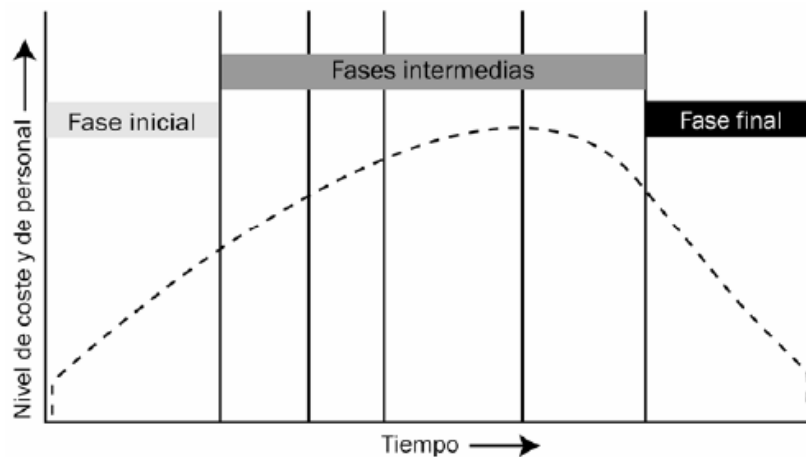

Figura 1. Nivel de Costo y Personal a lo Largo del Tiempo¹
- Las dinámicas del personal y los costos se definen tal y como se muestra en la figura 1